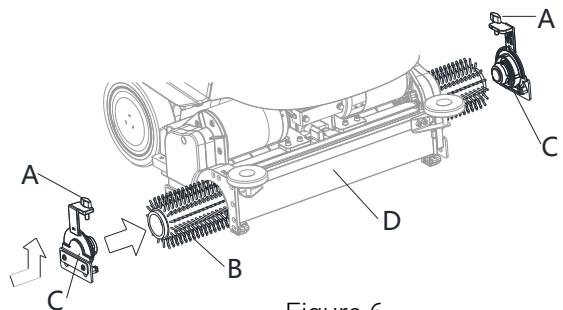

Figure 6
- S'assurer que le plateau de lavage avec brosses cylindriques (47) est soulevé.
- Couper la machine avec le bouton marche/arrêt (62).
- En fonction du traitement à effectuer sur le sol, installer la brosse (B, Fig. 6) en suivant les instructions ci-dessous :
- Relâcher la vis (A) et retirer le crochet latéral (C) du plateau de lavage (D).
- Installer la brosse (B) dans le plateau (D). Installer le crochet latéral (C) pour la brosse et verrouiller la vis (A).